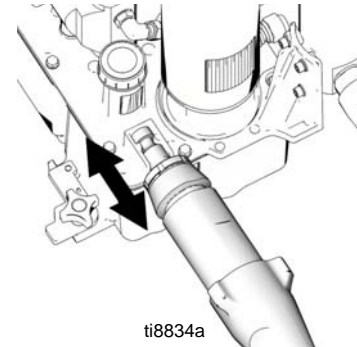

FIG. 20
1. (Abb. 20) Kolbenstange bei Bedarf in das Justierstück setzen und an der Pumpe ziehen, um die Stange zu verlängern.